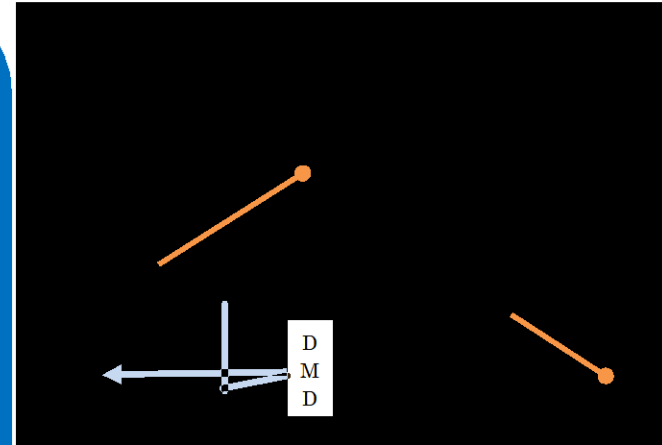

図1 DLP LightCrafter
- DLP LightCrafterを利用した小型照射システムの開発(図1)